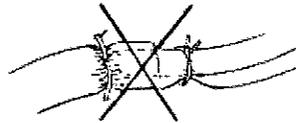

Figura 10. NO atar las suturas demasiado apretadas y NO atar una sutura al cuerpo del cable
- No apriete excesivamente las suturas de modo que dañen la vena, el cable o el manguito de fijación (Figura 10).
- No ate las suturas directamente al cuerpo del cable (Figura 10).